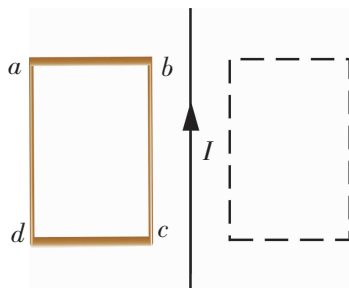

图 1-3-8
2. 一矩形线框  $abcd$  与长直通电导线处于同一平面内， $ad$  边与导线平行，如图 1-3-8 所示，当线框在此平面内向右运动到导线的右边的过程中，请分析线框内感应电流方向的变化情况。